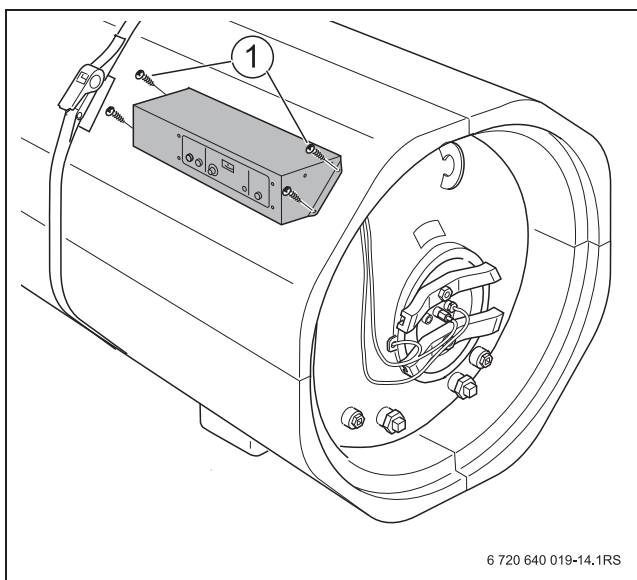

Рис. 17 Крепление системы управления
- ▶ Закрепите систему управления четырьмя саморезами на правом или левом верхнем теплоизоляционном сегменте (→ рис. 17, стр. 21).